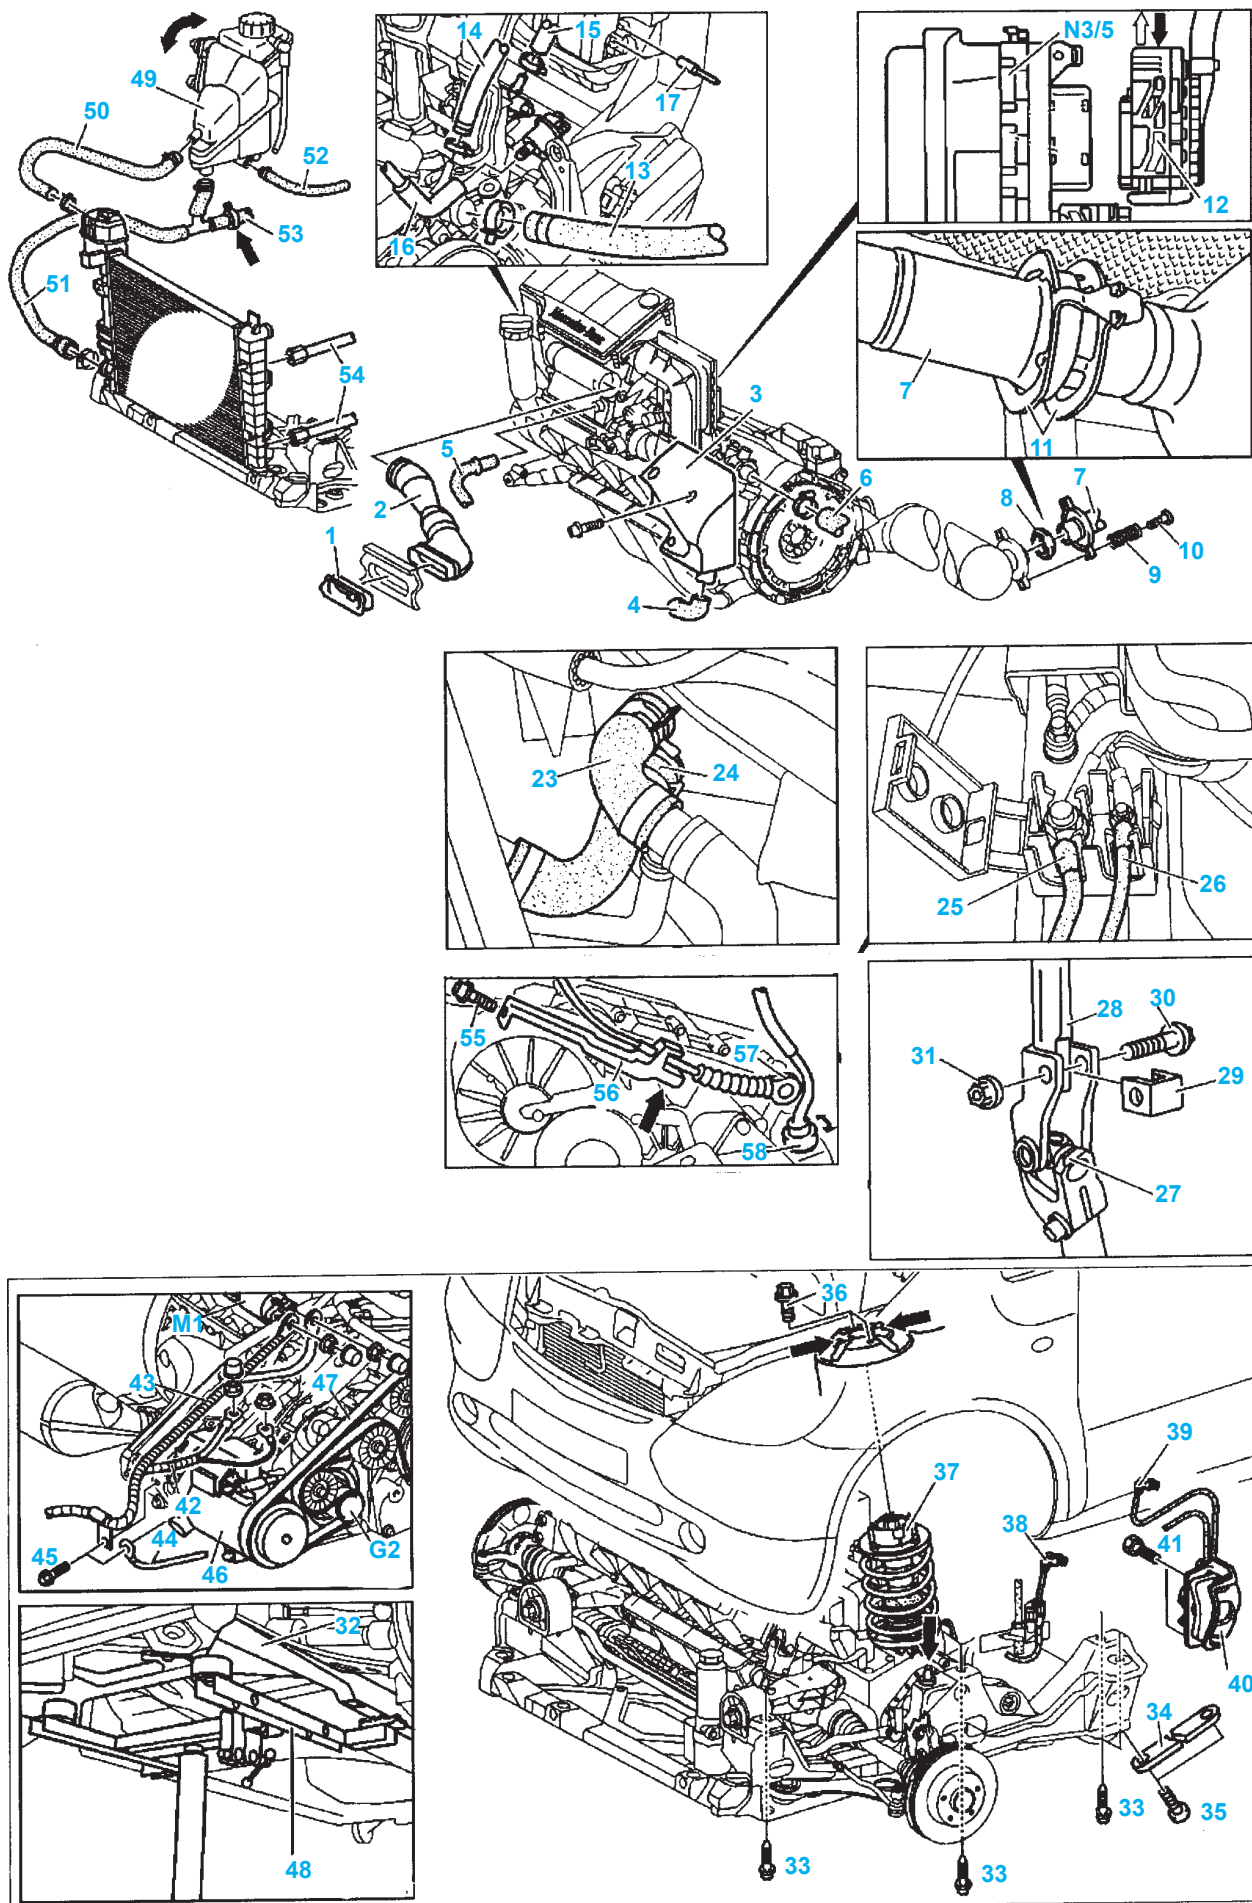

Fig.BVA.3
- Déposer (Fig.BVA.3) :
- la durit (51) ainsi que le vase d'expansion (49) (Fig.BVA.3).